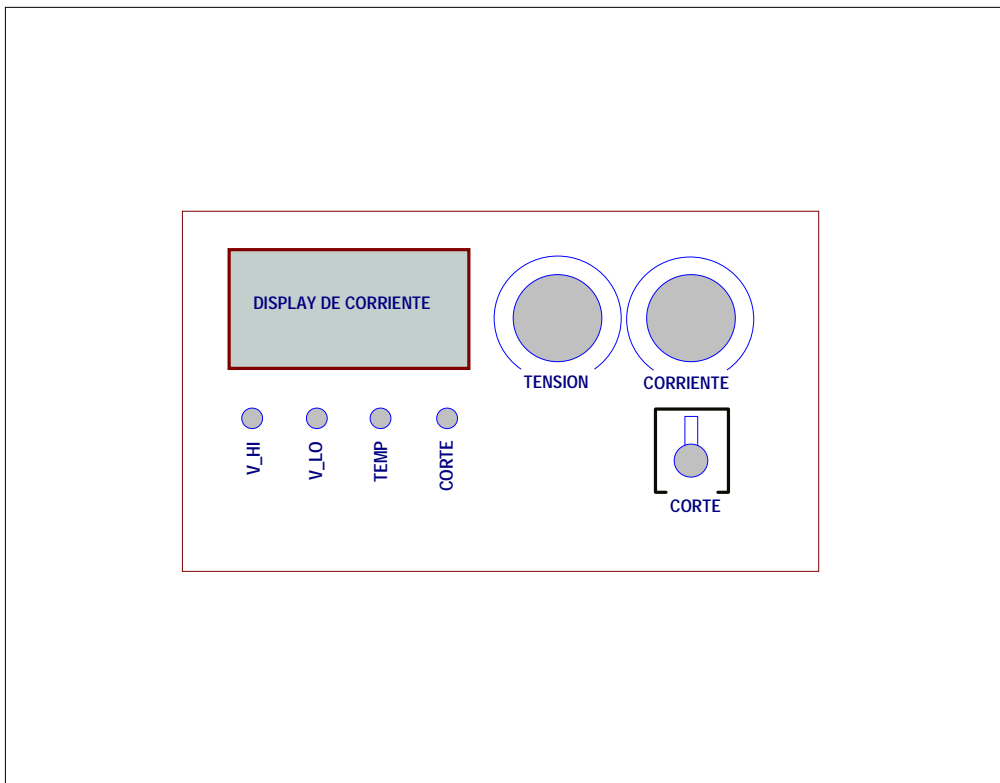

figura 3 - Diagrama de panel Frontal C3b
- En el centro inferior, se observa un subpanel de control que permite ajustar el nivel de corriente de protección y observar el estado del equipo. Dicho subpanel contiene los ajustes e indicadores que se muestran en la **figura 3**.